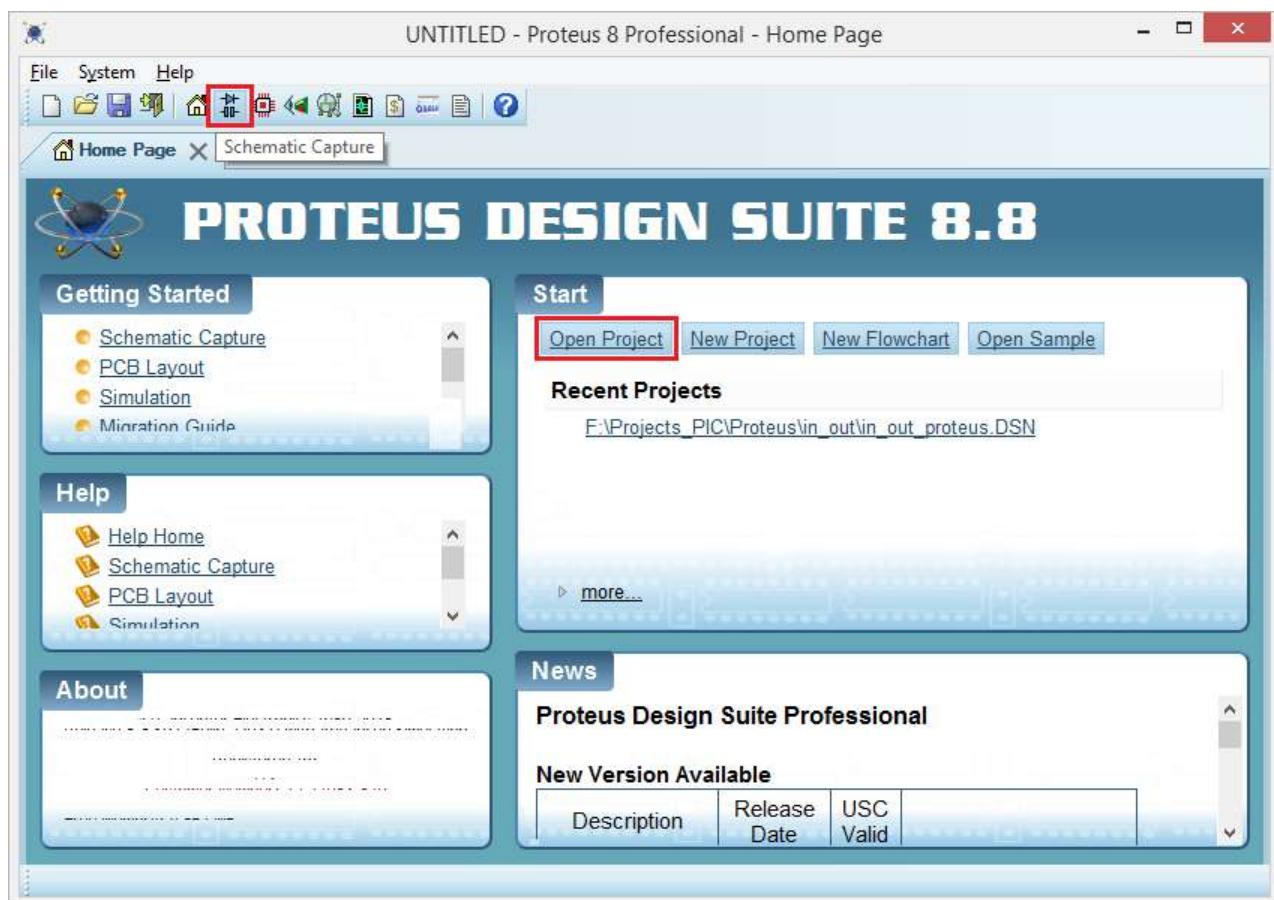

Рисунок 2.36 – Середовище моделювання «**Proteus**»
1. Відкрити середовище моделювання «**Proteus**» і натиснути на кнопку «**Schematic Capture**» або «**Open Project**» (рис. 2.36).
Всі лабораторні практикуми можуть бути виконані і налагоджені за допомогою **апаратно-програмних комплексів (АПК)** (рис 2.1, рис 2.2) та у **програмі-симулаторі «Proteus»** (рис. 2.36).